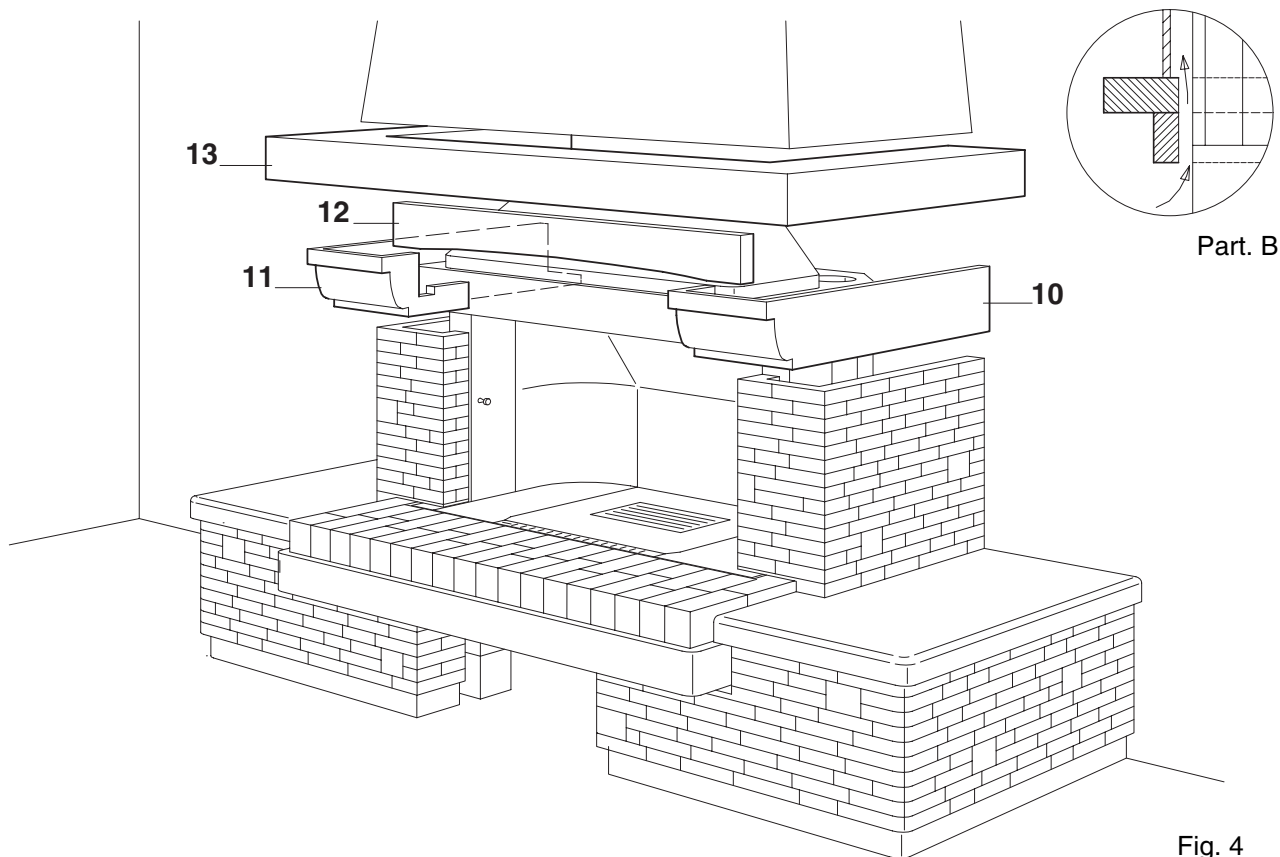

Fig. 4
Per il fissaggio dell'architrave (12) e della trave in legno (13) fig. 4, è opportuno usare della malta cementizia o colla per piastrelle.